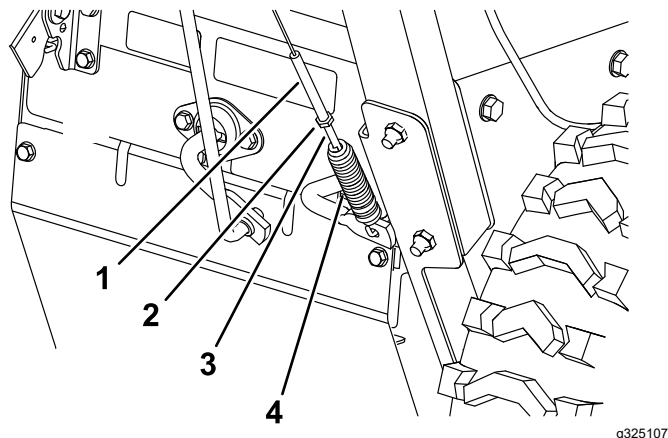
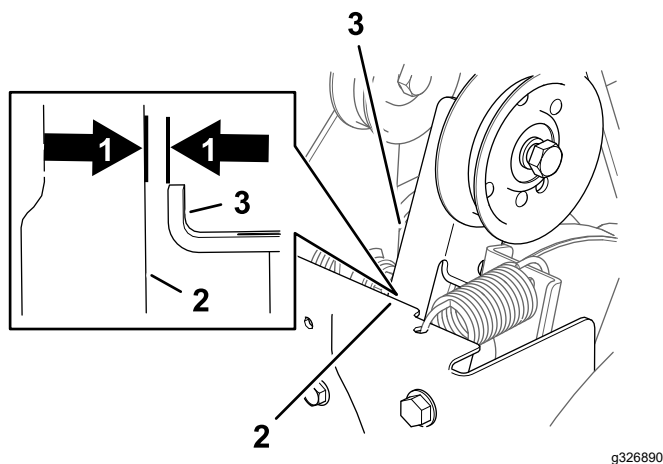

Figura 40
Figura 41
1. Allentate il controdamo (Figura 40)
2. Ruotate il regolatore della tensione della molla fino a quando lo spazio tra la stegola e il braccio della frizione della spazzola (Figura 40 e Figura 41) non è pari a 1,5 mm.
3. Serrate il controdamo (Figura 40).